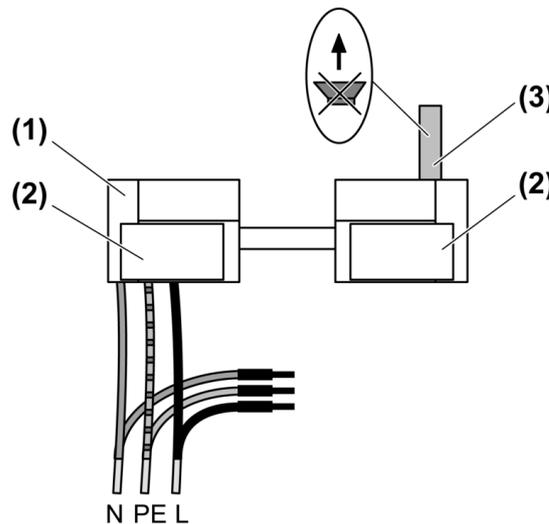

Bild 1: Geräteaufbau
- (1) Überspannungsschutzmodul
- (4) Steckdose
- (5) Gerätedose
- Folie von den Klebepads (Bild 1) des Moduls abziehen.